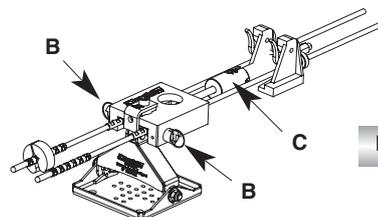

Fig. 27
- 7) Bloquear los dos ejes laterales de fijación de la herramienta en el ancla realizando un cuarto de vuelta en estos ejes que deben introducirse claramente (detalle B, Fig. 27). Verificar su colocación.
- 8) Proceder a la puesta en tensión atornillando la tuerca de extremo de la varilla roscada hasta que aparezca 200 Kg (máximo) indicado por la posición del índice de visualización (detalle C, Fig. 27).